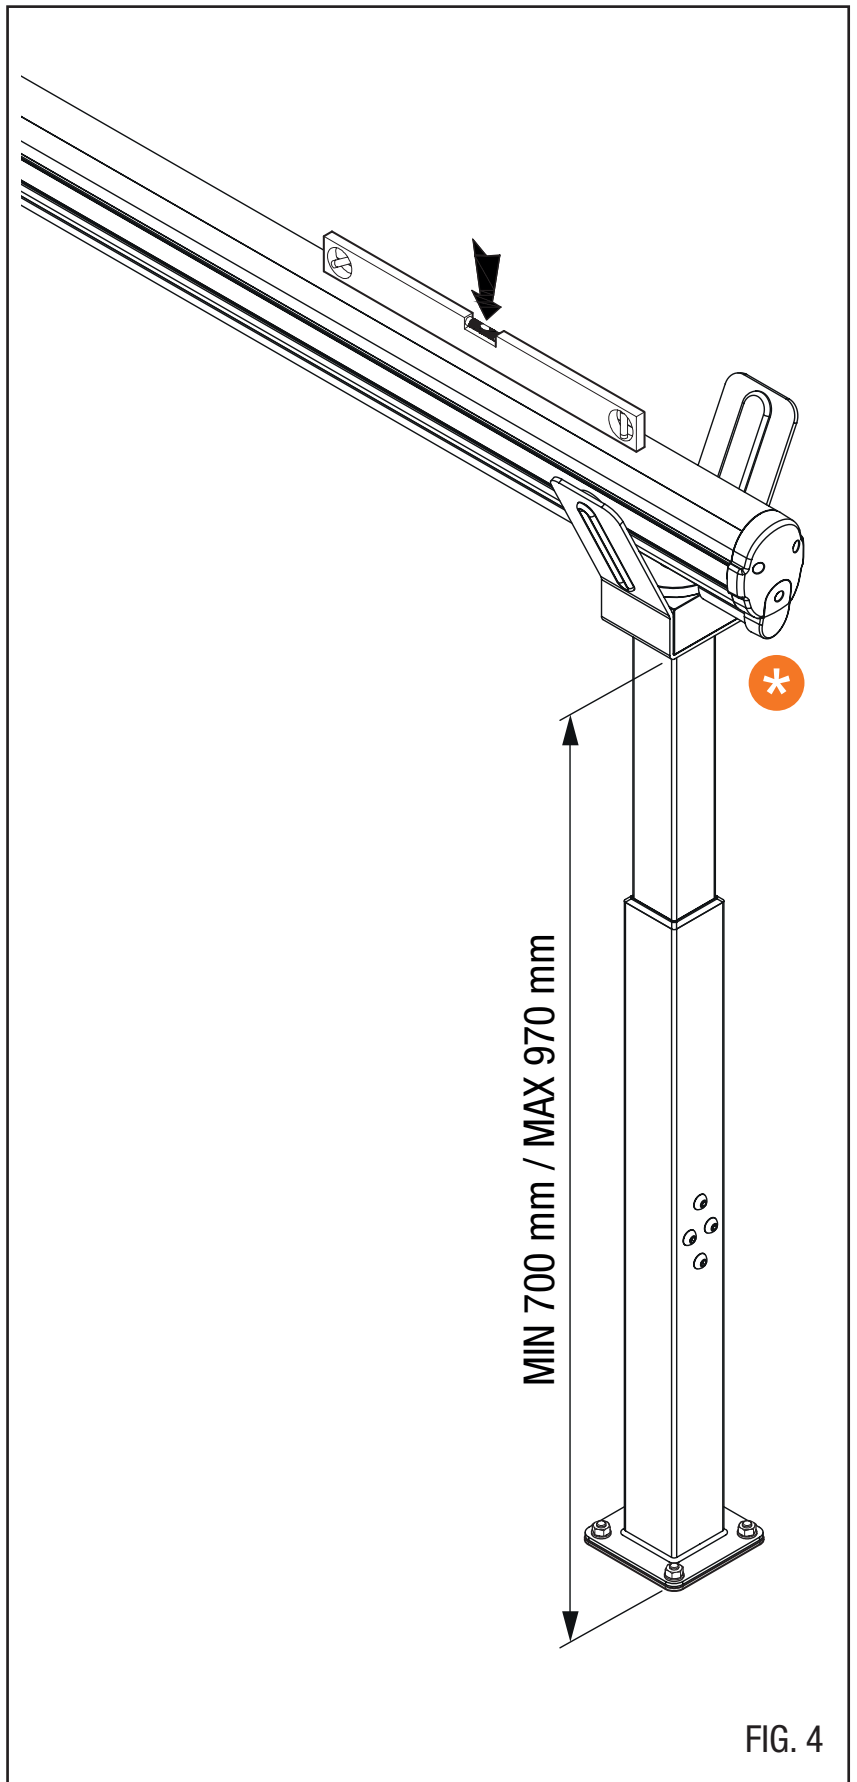

FIG. 4
13. Verificare, che quando completamente chiusa, l'asta sia perfettamente in bolla e appoggiata alle protezioni in gomma dell'appoggio fisso (fig. 4).
13. Make sure that, when it is fully closed, the boom is perfectly level and resting on the rubber guards of the fixed end rest (fig.4).
13. Prüfen, ob der komplett geschlossene Schlagbaum absolut plan ist und am Gummischutz der festen Auflage aufliegt (Abb. 4).
13. Vérifier que, une fois entièrement fermée, la barre soit parfaitement à niveau et repose sur les protections en caoutchouc de l'appui fixe (fig. 4).
13. Comprobar que, cuando esté completamente cerrada, el asta esté perfectamente nivelada y apoyada en las protecciones de goma del apoyo fijo (fig. 4).